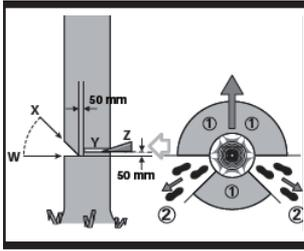

Fig. 23
1). Felling trees. (See Fig. 23)